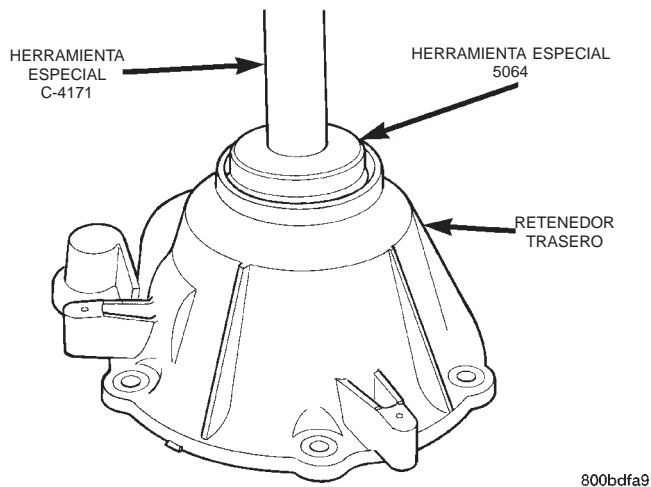

Fig. 55 Instalación del cojinete trasero en el retenedor
(19) Retire el cojinete del retenedor trasero con el instalador 8128 y el mango C-4171.
(20) Instale el cojinete trasero en el retenedor con el mango C-4171 y el instalador 5064 (Fig. 55).